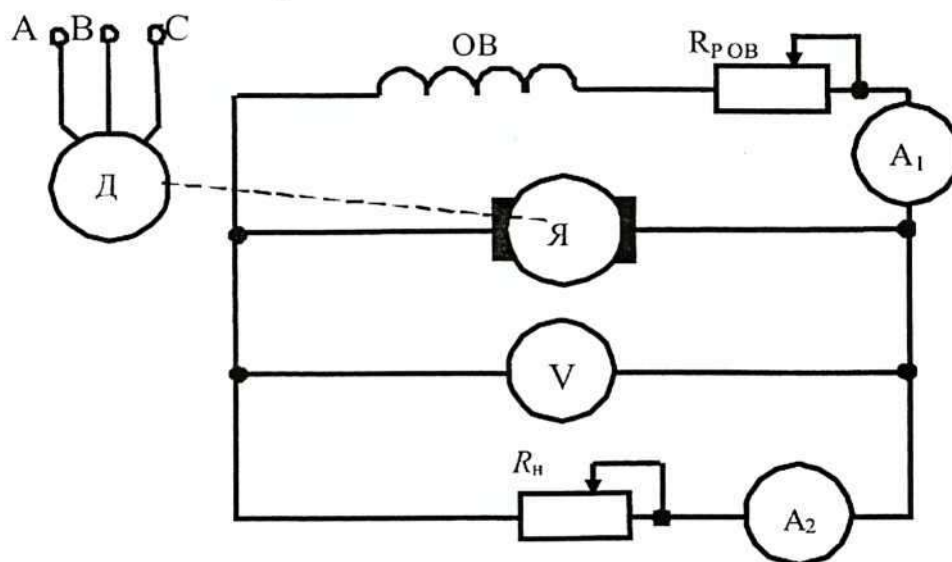

Рис. 9. Схема включения генератора параллельного возбуждения
2. Собрать цепь для испытания генератора постоянного тока параллельного возбуждения согласно рис. 9. В качестве приводного двигателя можно использовать асинхронный двигатель с короткозамкнутым ротором.